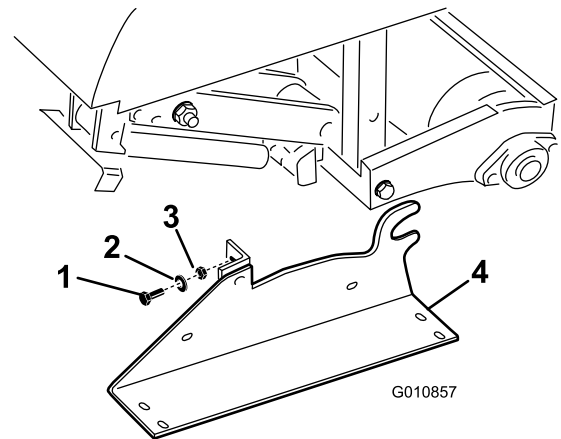

図 33
2. 保管用スタンドとエアレータとを接続しているボルトとロックワッシャとナットを取り外す図 33。